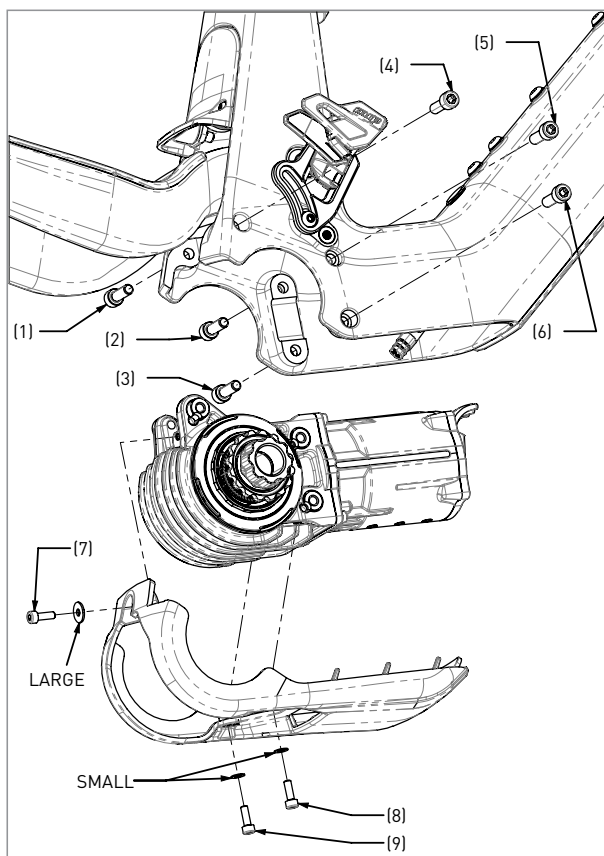

Figure 14
5. Retirez la roue arrière pour accéder à la vis de fixation arrière du capot inférieur du cadre. À l'aide d'une clé hexagonale de 3 mm, retirez les trois vis M4 qui maintiennent le capot inférieur du cadre sur le moteur (n° 7 à 9 dans la Figure 14). Veillez à ne pas perdre les rondelles utilisées à chaque emplacement de vis.
6. Retirez les six vis de montage du moteur (n° 1 à 6 dans la Fig. 14) à l'aide d'un embout Torx T30 et d'une clé à douille. Attention : Le moteur est lourd et tombera dès que les vis le maintenant seront enlevées.
- Une fois le moteur aligné et les six vis de fixation légèrement vissées, serrez les vis n° 1 à 6 à 14 Nm chacune, dans l'ordre numérique indiqué dans la Fig. 14. Les vis du côté gauche doivent être serrées en premier et celles du côté droit en dernier.